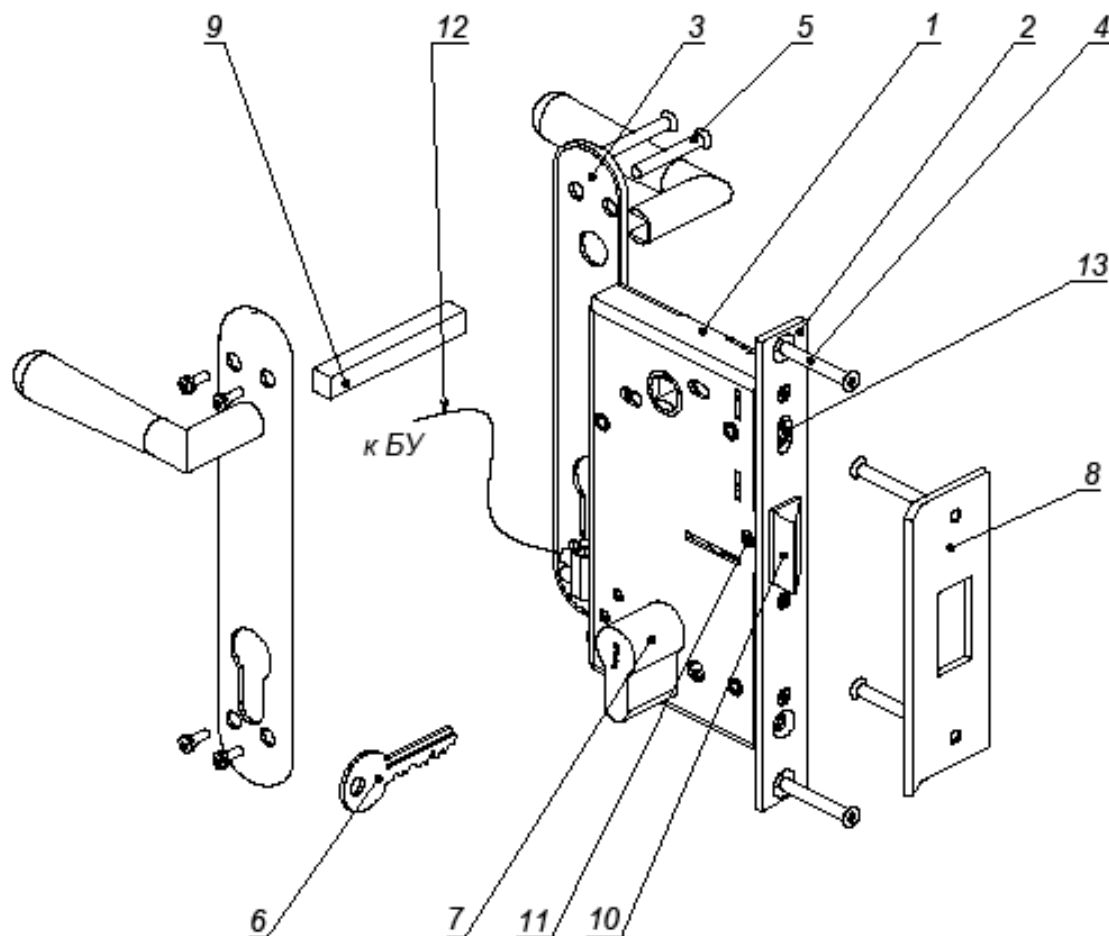

Рис.1 Состав и внешний вид замка LC-85.1
Состав и внешний вид замка показаны на рис.1.
Монтаж замка на дверь следует производить в следующем порядке (см. рис.1)
- вывинтите полностью установочный винт 11 ключом шестигранным S2,5 (рис.1);